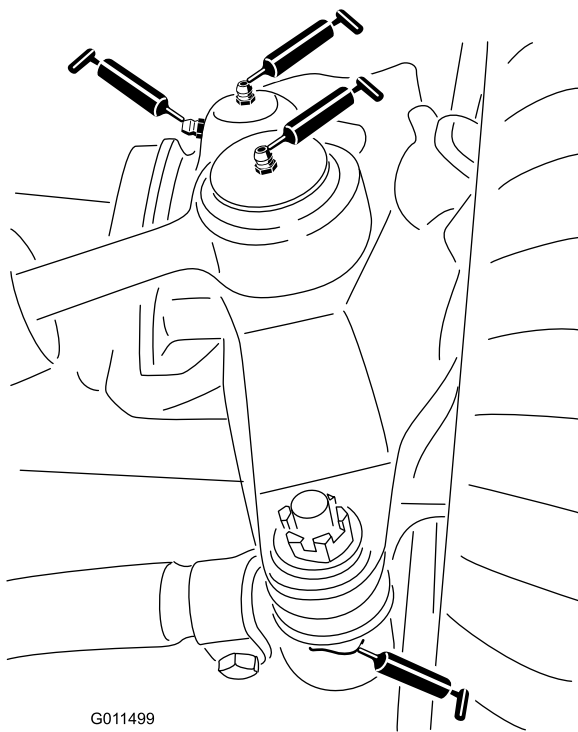

Figura 76
- 2 giunti a sfera del cilindro di sterzata (Figura 76)
- 2 giunti a sfera del tirante (Figura 76)
- 2 boccole del perno del fuso a snodo (Figura 76).